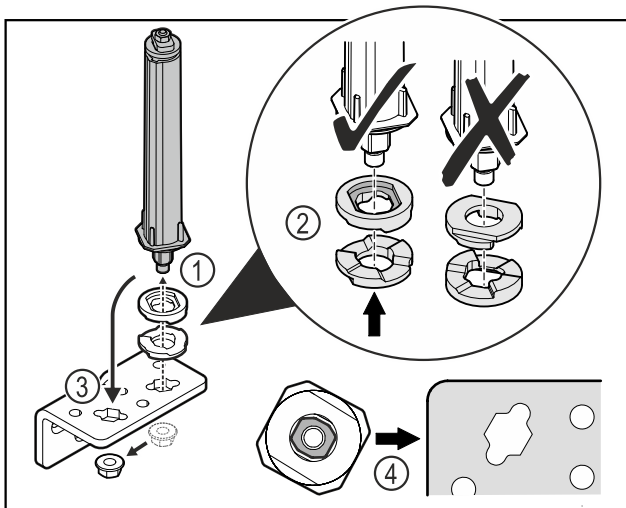

Fig. 38
- ▶ Oldja ki az anyát, és távolítsa el az ajtózáró rendszert Fig. 38 (1).
- ▶ Ügyeljen a magasságállító alátétek helyes beigazítására Fig. 38 (2).
- ▶ Helyezze át az ajtózáró rendszert a zsanéridombban, és rögzítse az anyával Fig. 38 (3).
- ▶ Behelyezéskor ügyeljen az ajtózáró rendszer helyes beigazítására Fig. 38 (4).